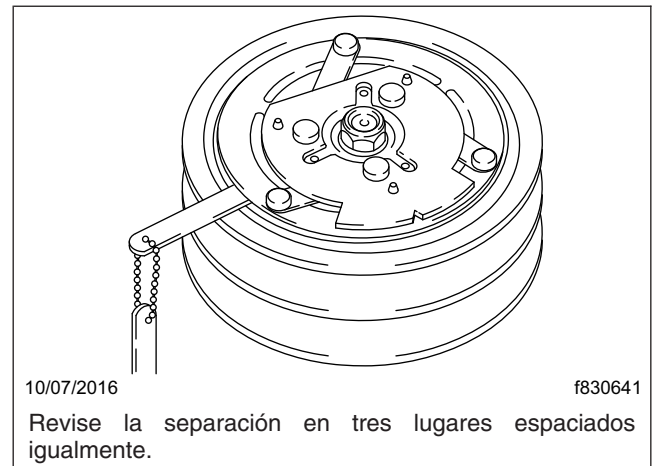

Figura 1, Inspección de la separación del plato impulsor
4. Use un calibrador de hojas para revisar que la separación del plato impulsor del embrague esté dentro de los límites especificados. Vea las especificaciones de la separación en la **Tabla 1**. Vea el método de la revisión en la **Figura 1**. Si es necesario ajustar el plato impulsor del embrague, vea el **Grupo 83** del *Manual de taller New Cascadia™*.